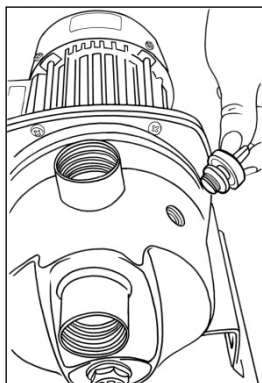

Рис.4 Заливное отверстие
3. Заполнить насос и всасывающую магистраль водой через заливное отверстие, отвинтив для этого, а затем завинтив пробку, находящуюся в верхней части насоса (рис.4). В отсутствие заливной пробки, заполнение водой входной магистрали происходит через выходное отверстие.